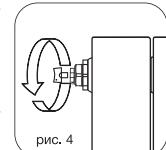

рис. 4
4. Для удаления воздуха из радиатора в верхний коллектор обязательна установка крана Маевского или автоматического воздушоотводчика. Для удаления воздуха через кран Маевского необходимо периодически (несколько раз в год) вручную стравливать его с помощью специального ключа" (рис. 4)